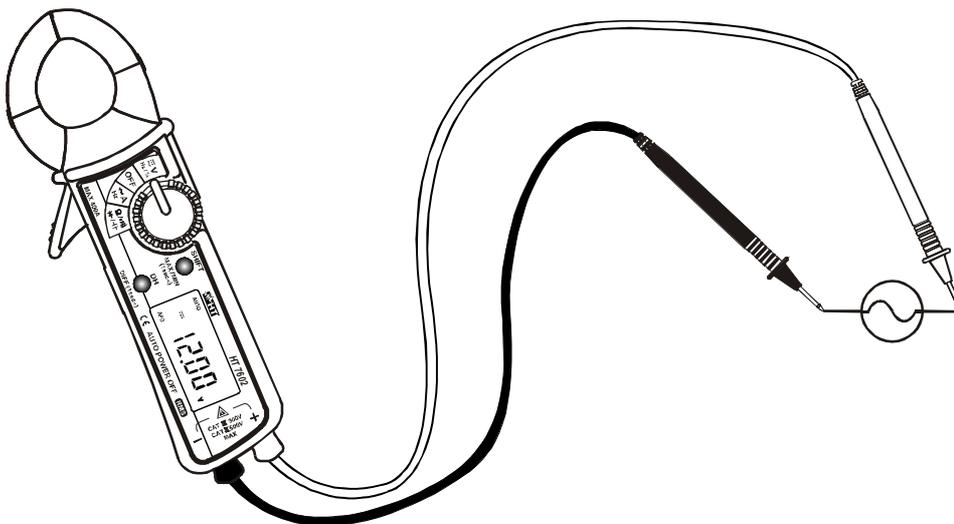

Abb. 3 AC Spannungsmessung
3. Verbinden Sie die rote Messleitung mit der + Buchse, und die schwarze Messleitung mit der - Buchse. (siehe Fig.3)
3. Verbinden Sie die rote Messleitung mit der + Buchse, und die schwarze Messleitung mit der – Buchse. (siehe Fig.3)